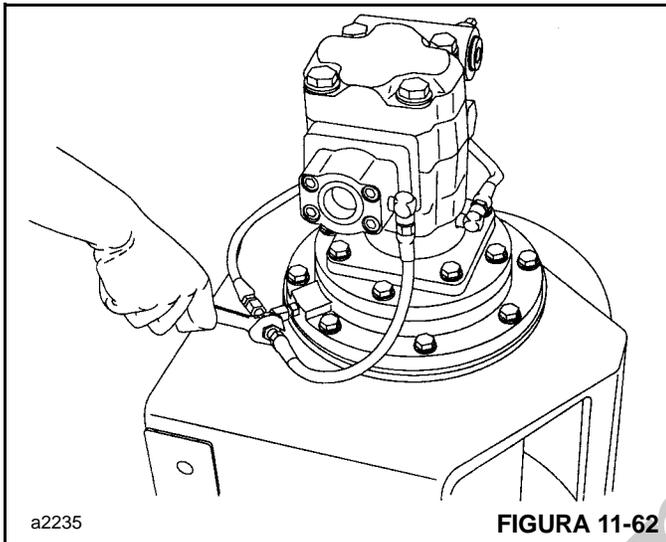

FIGURA 11-62
19. Instale as mangueiras que conectam o coletor e a válvula do freio ao cilindro do freio (Figura 11-62).